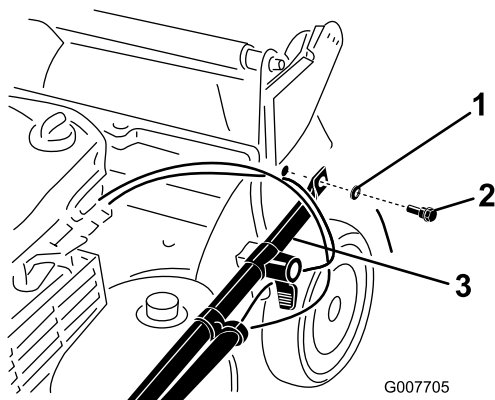

Bild 3
2. Befestigen Sie die Griffenden mit 2 Scheiben und 2 Griffschrauben am Mähwerkgehäuse (Bild 3), ziehen Sie die Griffschrauben jedoch nicht fest.
Wichtig: Verlegen Sie die Kabel an der Außenseite des Griffs (Bild 3).